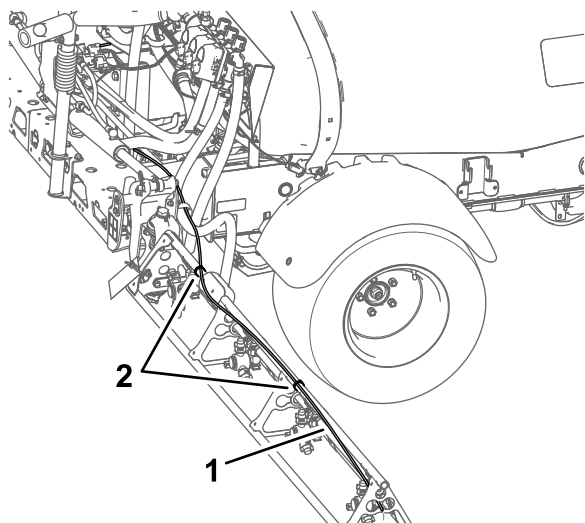

Figura 24
4. Disponete il gruppo tubi lungo il lato posteriore dell'asta di supporto superiore della sezione di irrorazione esterna, come illustrato nella Figura 24.
6. Fissate il gruppo tubi alla sezione di irrorazione esterna con fascette per cavi, come illustrato nella Figura 24.